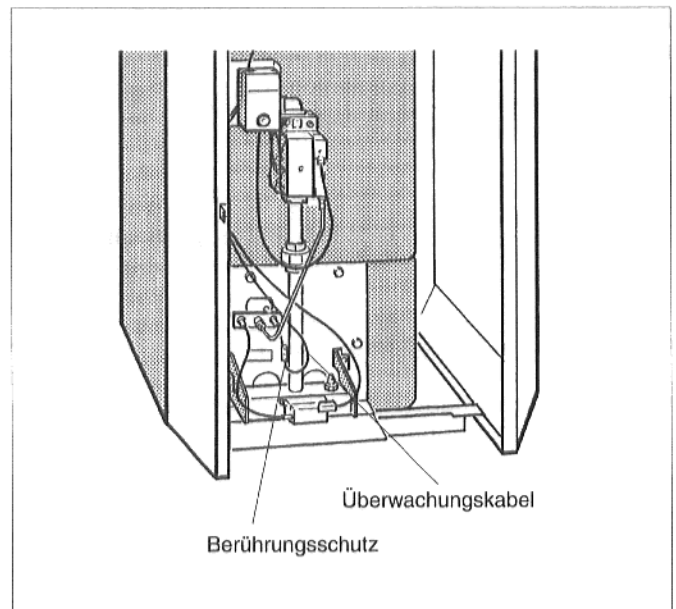

Abb. 31: Überwachungskabel
- Berührungsschutz am Überwachungskabel (Abb. 31) entfernen und Steckverbindung lösen.